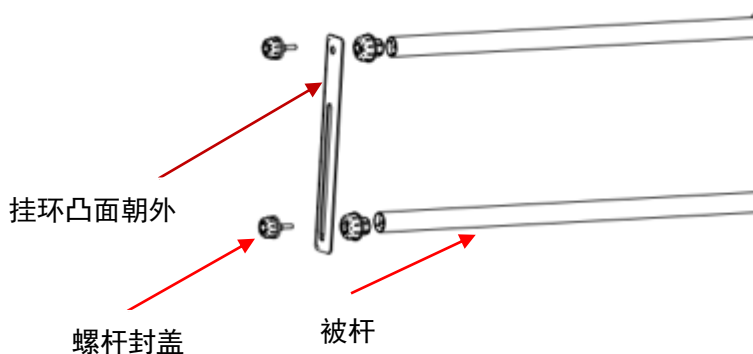

图 14
- d. 安装挂环：拧退衣杆上的螺杆封盖，然后将螺杆封盖与挂环固定在衣杆、被杆上，如图 14 所示。（其中整杆安装方式也可按照此步骤）